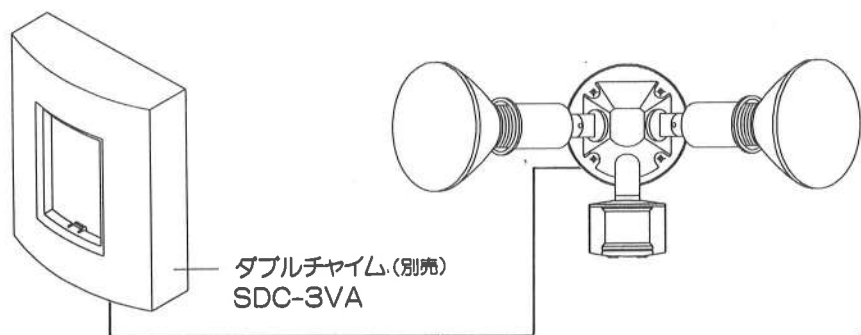

図9
- 本機に新興製作所ダブルチャイムSDC-3VA（別売）を接続しますとライトとチャイムが同時に作動します。（図9参照）
- ダブルチャイム SDC-3VA（別売）のセット方法は下記の通り（図9を参照）